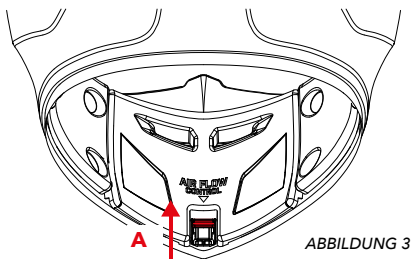

ABBILDUNG 3
**BELÜFTUNGSÖFFNUNG VORNE KINNSCHUTZ – A –** Abbildung 3/4
- **Abbildung 3:** Belüftungsöffnung, vollständig geschlossen.